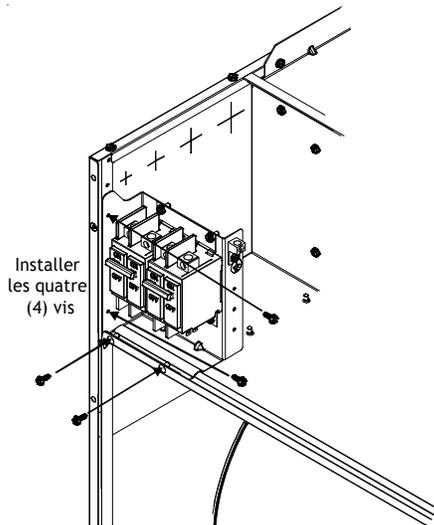
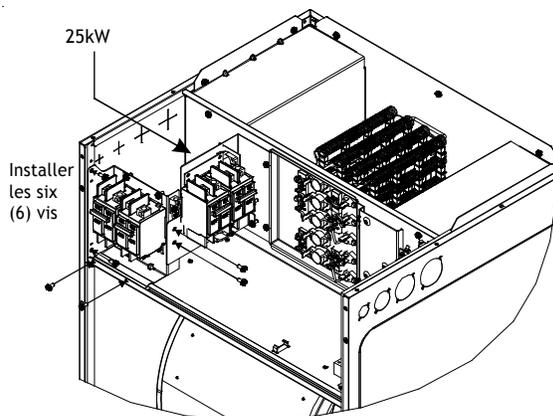

FIGURE 3
FIGURE 4
6. Pour tous les kits de chauffage électrique dotés de disjoncteurs, montez le support de montage de disjoncteur tel qu'indiqué sur la Figure 3 à l'aide des vis fournies. Insérez les quatre (4) vis tel qu'indiqué sur la Figure 3 (deux à travers la bride du panneau de contrôle et deux dans le montant d'angle de l'armoire). Pour les applications 25 kW, consultez la Figure 4 pour l'installation.